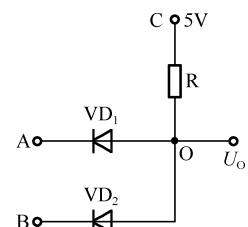

图 1-16 例 1-2 的电路图
**【例 1-2】** 电路图如图 1-16 所示，试分别计算如下两种情况下输出端 O 的电位。
(1) 输入端 A 的电位为  $U_A = 3.6V$ ，B 的电位为  $U_B = 3.6V$ ；
(2) 输入端 A 的电位为  $U_A = 0V$ ，B 的电位为  $U_B = 3.6V$ 。